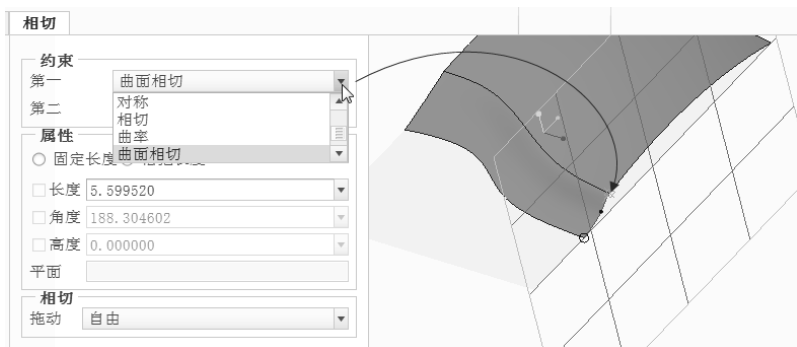

图 7-130 设置相切约束
3) 选择平面曲线 4 的上端点 (即平面曲线 4 与平面曲线 2 的交点)，接着在“造型：曲线编辑”选项卡中打开“相切”面板，从“约束”选项组的“第一”下拉列表框中选择“曲面相切”选项，如图 7-130 所示。